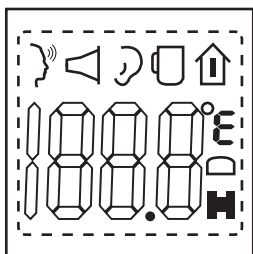

Fig. 2
1. Mantenga presionado el botón encendido/apagado hasta que la pantalla muestre C-F° (Fig. 2). Mientras se muestra esta imagen soltar el botón de encendido/apagado para cambiar de °C a °F o viceversa.